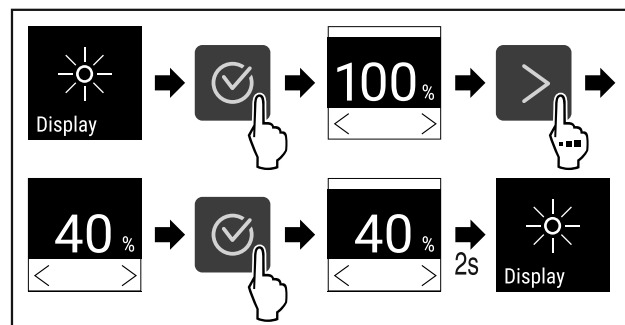

Fig. 82
- ▶ Eseguire i passaggi (vedere Fig. 82).